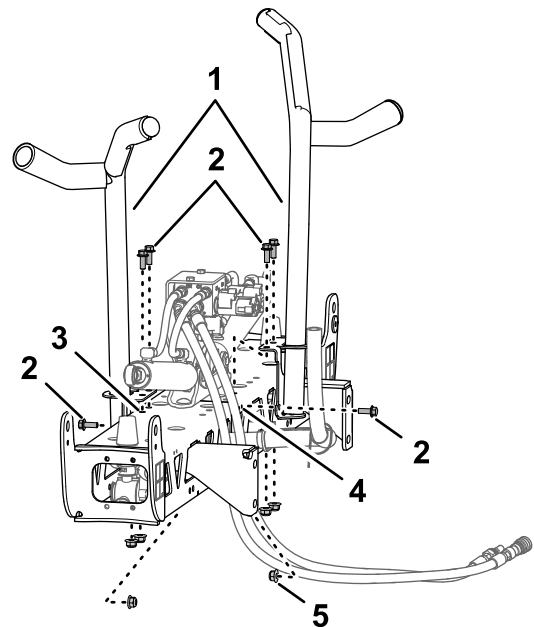
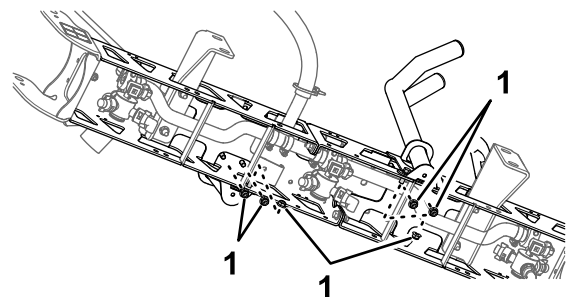

Bild 35
Bild 36
- Fluchten Sie die Transportgabeln des mittleren Auslegerabschnitts aus (Bild 35).
- Befestigen Sie die Gabeln mit sechs Schrauben ($\frac{3}{8}$ " x 1") und sechs Sicherungsbundmuttern ($\frac{3}{8}$ ") am Auslegerabschnitt (Bild 35 und Bild 36).